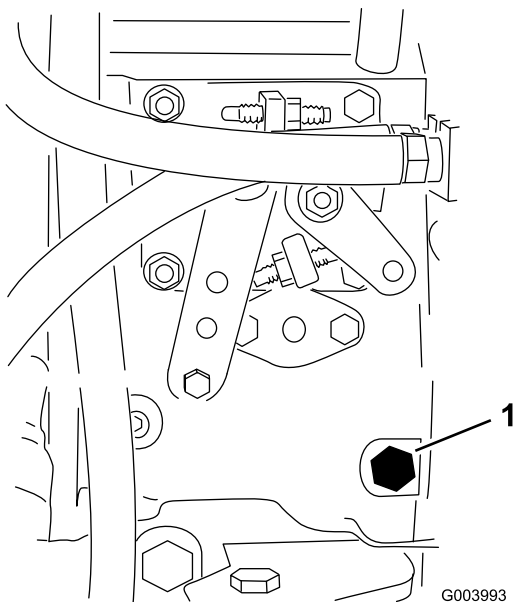

Figure 18
3. Desserrez la vis de purge sur la pompe d'injection (Figure 18) à l'aide d'une clé de 12 mm.